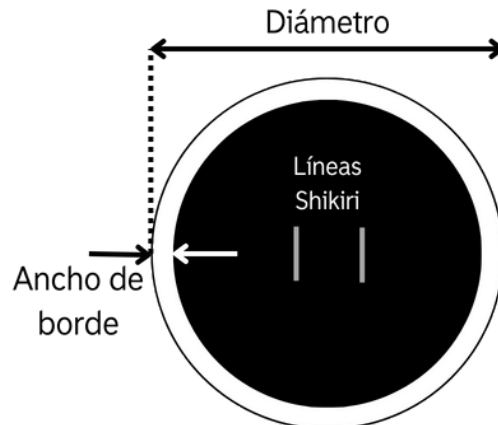

Figura 1. Especificaciones del “Dohyo”
- El Dohyo será de forma circular con las dimensiones mostradas en la Tabla 4 con una tolerancia del 5%. Incluye una línea de borde de color blanco mate, así como también líneas de inicio (Shikiri-Sen) de color café como se muestra en la Figura 1 (en caso de no contar con estas líneas es posible utilizar otros elementos que las emulen y sean retiradas antes de iniciar el combate).